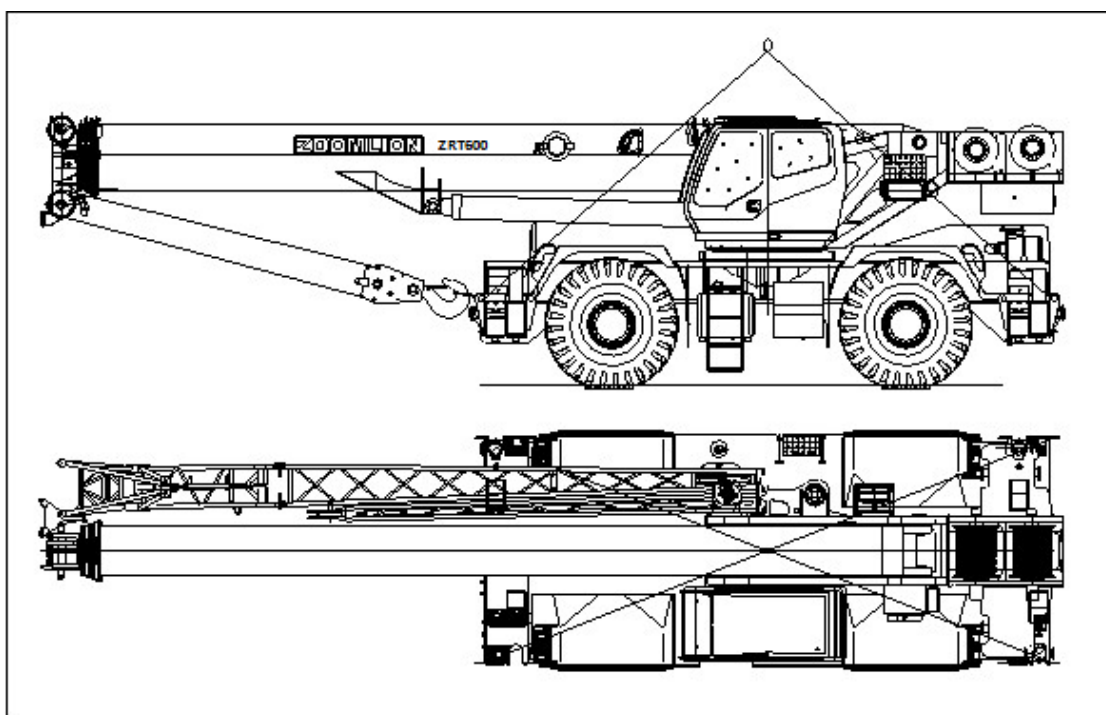

Figura 8-1 Pontos de Içamento do Guindaste
- (1) Você pode mover o guindaste por meio de sua potência a uma distância curta ou por outros transportadores se for uma longa distância (trem ou navio). Se tiver que transportar o guindaste, calce as rodas e proteja o guindaste com um cabo de aço. Feche totalmente as janelas e a porta, para manter a cuva e umidade fora da cabine. Tranque a porta e as janelas. Siga os procedimentos de proteção para evitar corrosão e ferrugem se for transportar o guindaste por mar.
- (2) As posições para levantar o guindaste são mostradas na Figura 8-1. Siga as regras aplicáveis durante o içamento.